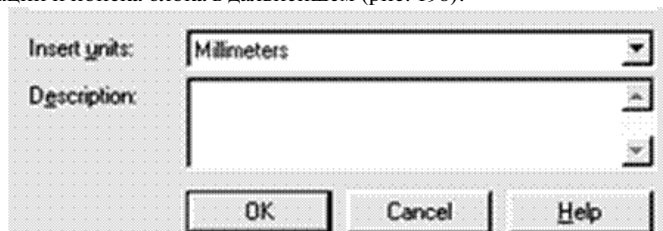

Рис. 198
5) в поле Description (Пояснение) ввести текстовые пояснения для облегчения идентификации и поиска блока в дальнейшем (рис. 198).